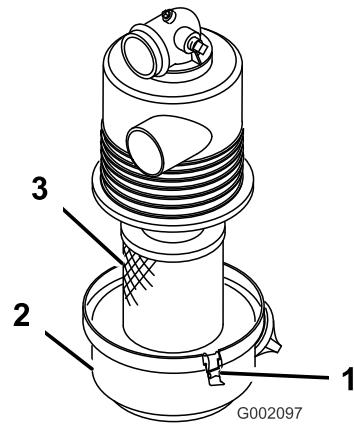

Figura 24
2. Compruebe el limpiador de aire por si presenta daños, ya que podrían causar una fuga de aire. Asegúrese de que la cubierta hace un buen sellado alrededor de la carcasa del limpiador de aire (Figura 24).
3. Abra los enganches que sujetan la cubierta del filtro de aire a la carcasa del filtro de aire (Figura 24).
4. Separe la cubierta del filtro de aire de la carcasa del filtro de aire y límpie el interior de la cubierta (Figura 24).